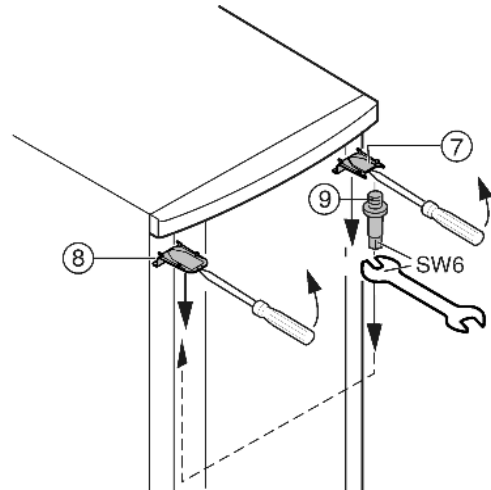

Fig. 7
- ▶ За допомогою викрутки зверху зніміть з фіксатора кришку Fig. 7 (7) та кришку Fig. 7 (8) і зніміть їх під кутом донизу.
- ▶ Викрутіть гвинти Fig. 7 (9) і загвинтіть їх з протилежного боку (з моментом 4 Нм).
- ▶ Знову встановіть кришку Fig. 7 (7) на боці гвинта: вставте ззаду і зафіксуйте спереду.
- ▶ Встановлення кришки Fig. 7 (8) на протилежному боці: вставте ззаду і зафіксуйте спереду.
- ▶ Підвісьте верхню частину дверцят на гвинт Fig. 7 (9).